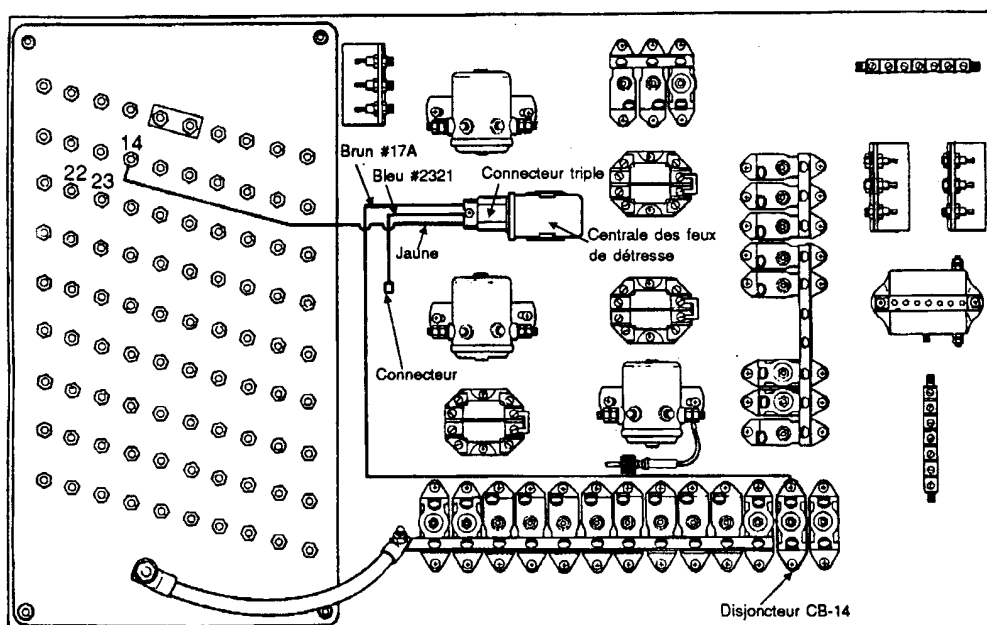

Figure 1
3. Sectionner les trois fils (1 brun # 17A, 1 jaune, 1 bleu # 2321) au niveau du connecteur triple de la centrale des feux de détresse (voir figure1).